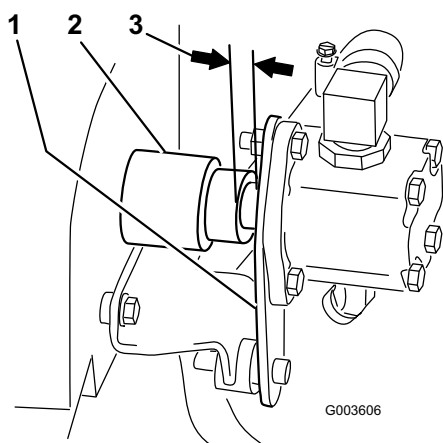

Figura 21
10. Il gruppo mozzo deve essere completamente inserito nell'albero. Verificate che vi sia un gioco tra la piastra della pompa ed il gruppo mozzo. La mancanza di gioco significa che il gruppo mozzo non è stato montato correttamente, e deve essere aggiustato (Figura 21).